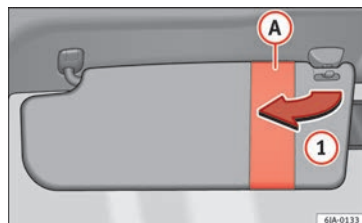
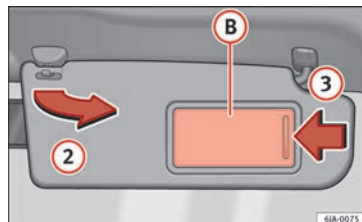

Bild 138 Solskydd på förarsidan
Bild 139 Solskydd på passagerarsidan
Solskydden för föraren och passageraren fram kan dras ut ur sina mittrållare och vridas mot dörrarna enligt pil ① » bild 138 och ② » bild 139.
I solskyddet på passagerarsidan finns en sminkspegel B med en lucka. Man öppnar luckan genom att dra den åt det håll som pil ③ » bild 139 visar.